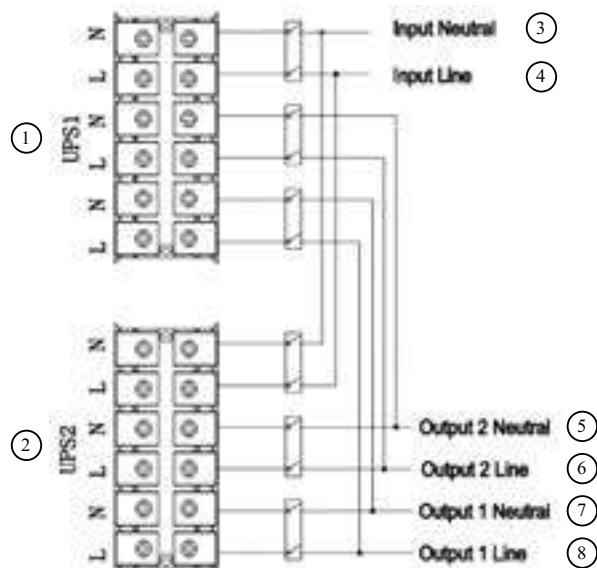

Рис. 10: Подключение кабеля питания
- Выполните подключения в соответствии со схемами соединений, показанными на рис. 10, 11, 12, 13